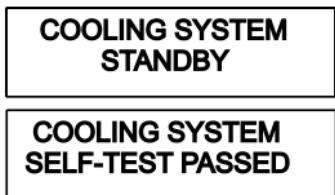

Рисунок 26 – Сообщения на дисплее при успешном выполнении самодиагностики
2.2.4.3 В случае, если самодиагностика пройдена успешно, последовательно будут отображены следующие сообщения (рисунок 26).